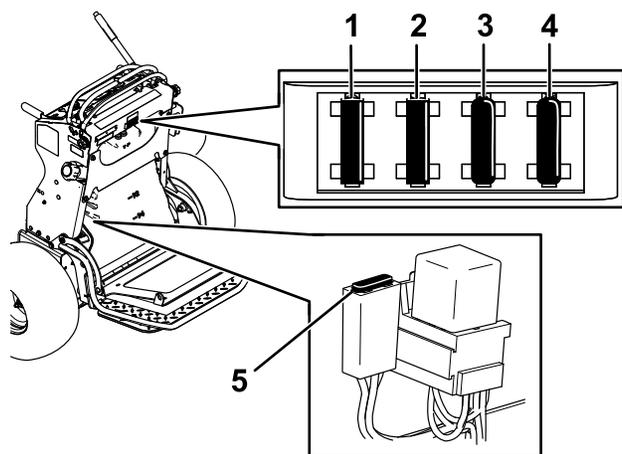

Figure 56
- Sortez le fusible et remplacez-le (Figure 56).